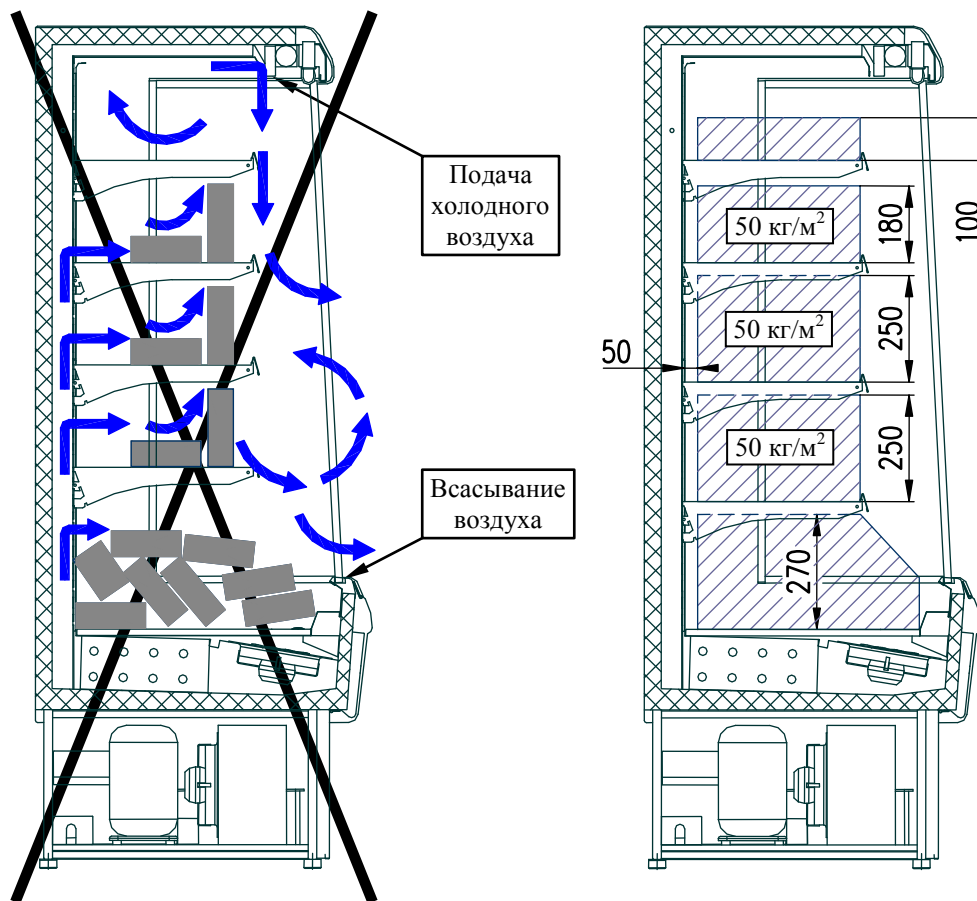

Рис. 2. Загрузка витрины продуктами
- Высота максимальной загрузки полок витрины продуктами показана на рис. 2.
- Продукты необходимо раскладывать в отведенное для них место, не превышая при этом уровня максимальной загрузки (рис. 2). В случае превышения уровня загрузки воздушная вентиляция будет недостаточной, и температура продуктов станет более высокой, кроме того, на испарителе может образоваться слой льда.
- При укладке продуктов **необходимо обеспечивать их равномерное распределение по всей длине полок** (рис. 2), что обеспечивает лучшие условия хранения продуктов и работы холодильной витрины, **не превышая нормы загрузки, указанные в табл. 1, 2.**